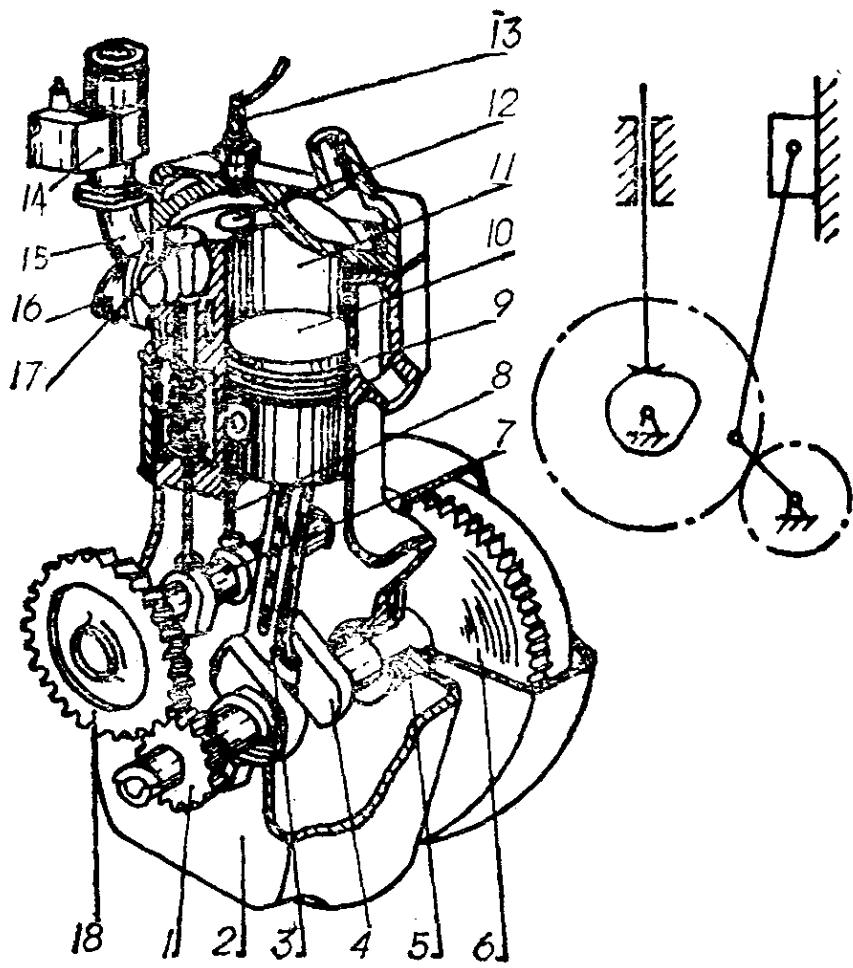

图 1-1
- 1) 何谓构件？何谓零件？试分析图 1-1 所示内燃机是由几个构件组成的？